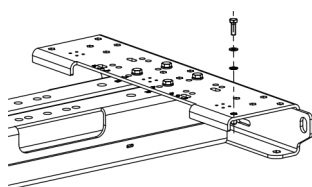

Fig. 10: Mettre le châssis à la terre
- Mettre le châssis à la terre avec un ruban de mise à la terre. Relier le ruban de mise à la terre au châssis à l'aide de la vis fournie (Fig. 10).